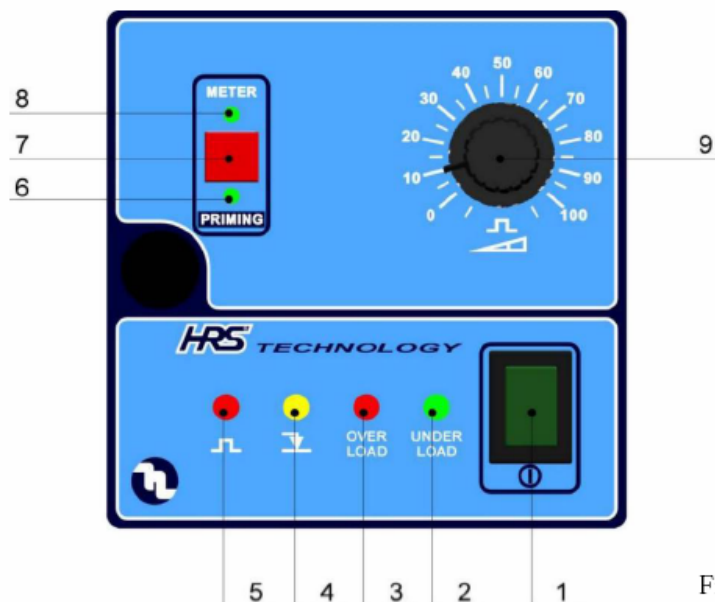

Fig. 10
7.1. Кнопки управления насосом (Рис. 10)